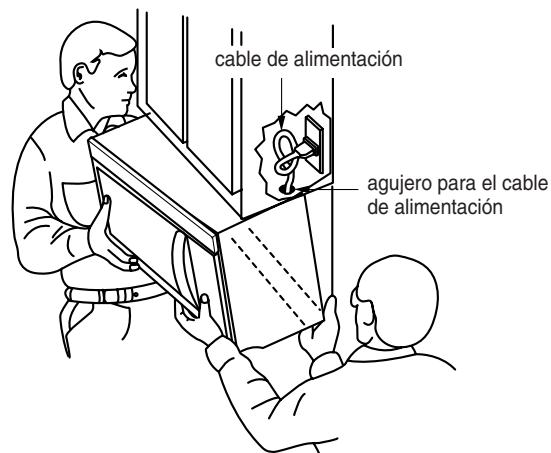

Figura 31
1. Levante cuidadosamente el horno microondas y sosténgalo en las lengüetas de apoyo. (Consulte la Figura 27 en la parte inferior de la placa de montaje). Desde el gabinete superior pase el cable de alimentación de energía a través del agujero para dicho cable que se encuentra en la parte inferior del gabinete superior. Consulte la Figura 31.